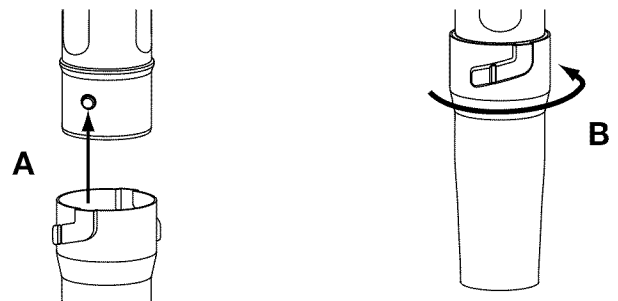

Fig. 5
7. Alinee la ranura de tope del extremo superior de la boquilla con el tope del extremo inferior del segundo tubo inferior de la sopladora (Fig. 5, A).
8. Inserte el tope del segundo tubo inferior de la sopladora en la ranura de tope de la boquilla (Fig. 5, A).
9. Haga girar la boquilla en el alrededor del segundo tubo inferior de la sopladora hasta que el tope de la boquilla del concentrador caiga en su lugar (Fig. 5, B).